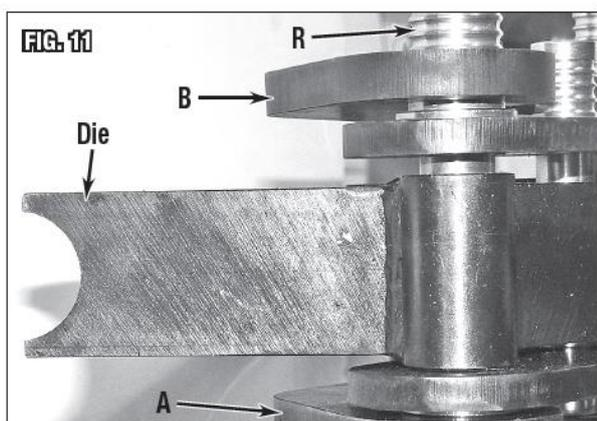

Рис. 11
1. Вставить выбранную форму в раму изогнутым краем, обращенным к торцу трещотки, и зажимом, ориентированным в направлении смещения (Рис. 11).
2. Вставить большую ось шарнира (R) $\text{Ø}1" \times 6-1/2"$ [$\text{Ø}25 \times 165 \text{ мм}$] в шарнирное отверстие и обе втулки (Рис. 11).